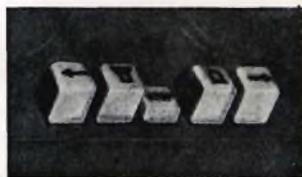

Fig. 4
- d) Terminata la registrazione, per fermare le bobine, premere il bottone centrale recante la dicitura « STOP », fig. 4. Successivamente, girare verso sinistra il bottone 1 fino ad udire lo scatto dell'interruttore; con questo le valvole si spengono e il motore cesserà di girare.
- f) Premere il tasto «STOP» (vedi fig. 4).